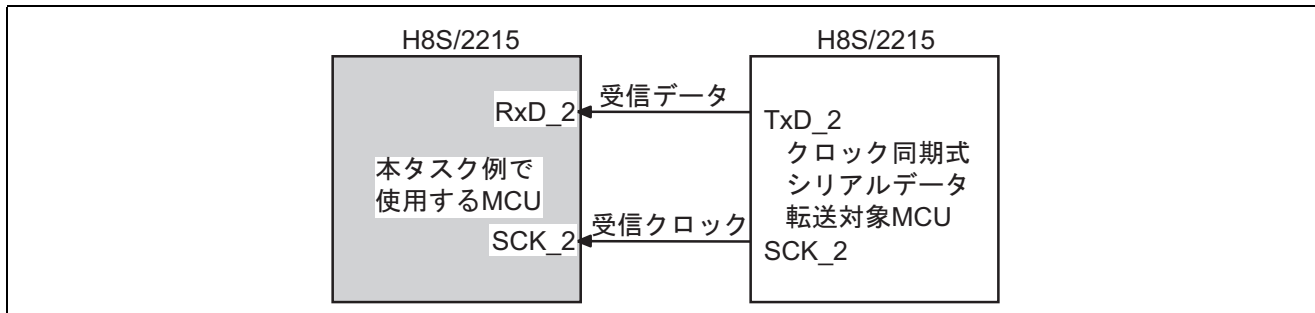

図 1 クロック同期式シリアルデータ受信
- 図 1 に示すようにクロック同期式シリアル転送機能を使用して、8 文字の 8 ビットデータの受信を行います。